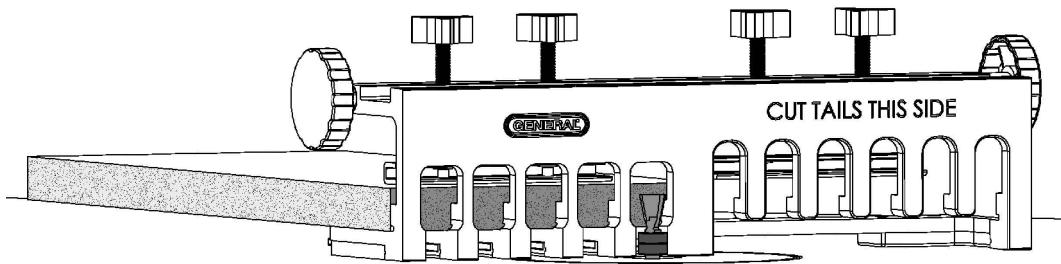

FIG. 13
10. Effectuez toutes les coupes dans la planche des gousjons. Pour ces coupes, la toupie devrait se déplacer sur la surface marquée « Cut Pins This Side », illustrée aux FIGS. 13 et 14. Assurez-vous de suivre le profil du gabarit.